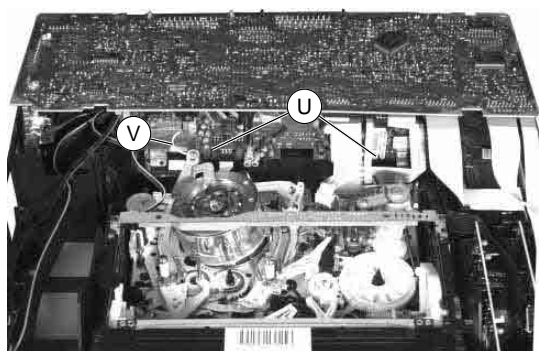

Fig. 17
- Poser le C.I. principal II dans les supports (U) prévus à cet effet et établir la liaison de masse (V) (Fig. 17).
- Insert Family Board II into the holding forks (U) provided and connect the earthing cable (V) (Fig. 17).